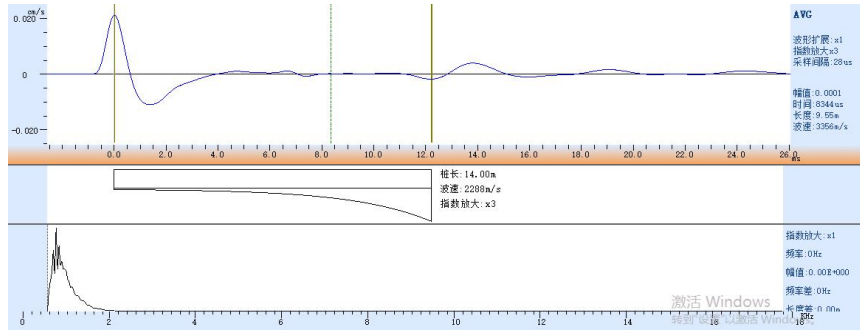

图 3-14 频谱分析界面
③频谱视图：进入频谱分析界面，如图 3-14 所示可进行频谱分析。